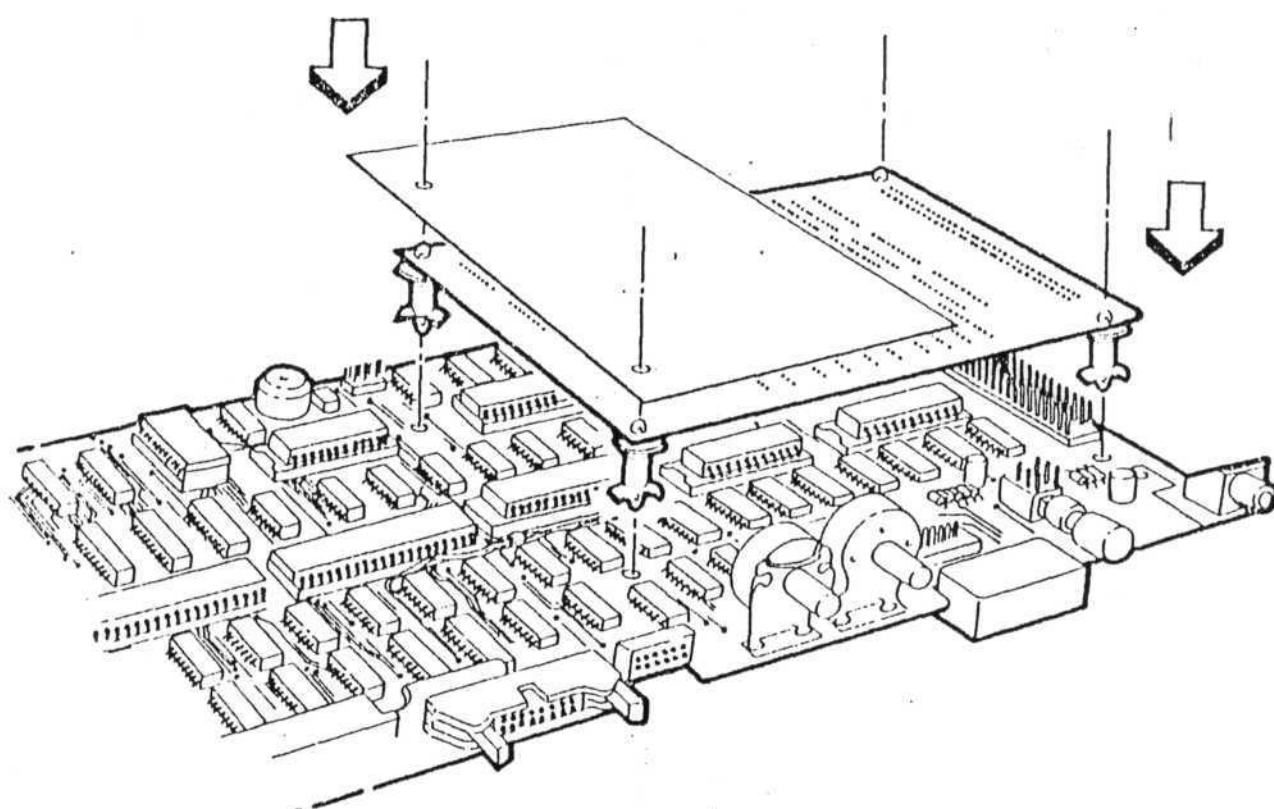

Bild 12
6. Ram-Board und CPU-Board nach Bild 12 zusammenbauen.